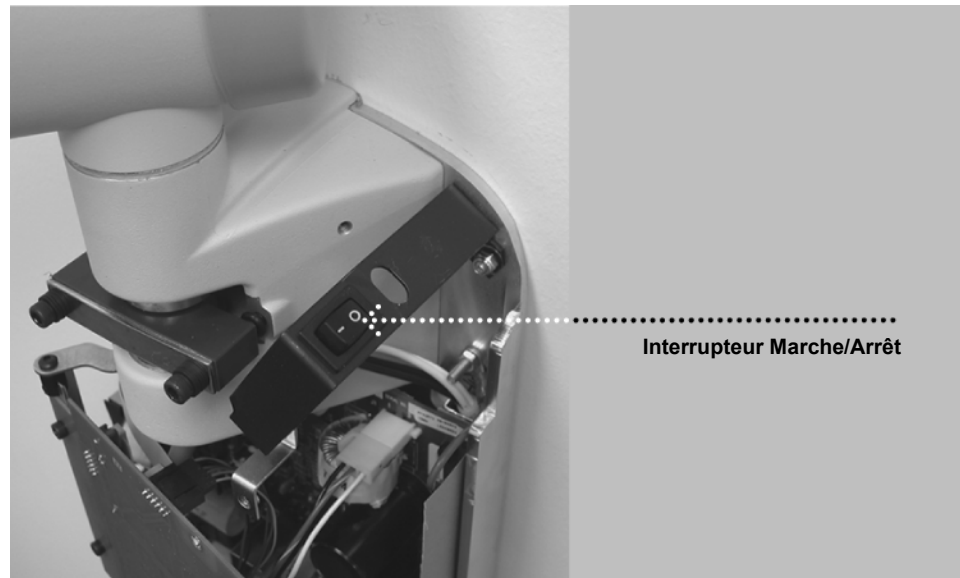

Figure 33
3. Allumez le système de radiographie dentaire Preva à l'aide de l'interrupteur de mise sous tension, comme indiqué à la *Figure 32*. Sur le tableau de commande, *Figure 33*, l'écran affiche la version du logiciel. Le tableau de commande affiche ensuite les caractéristiques techniques par défaut.